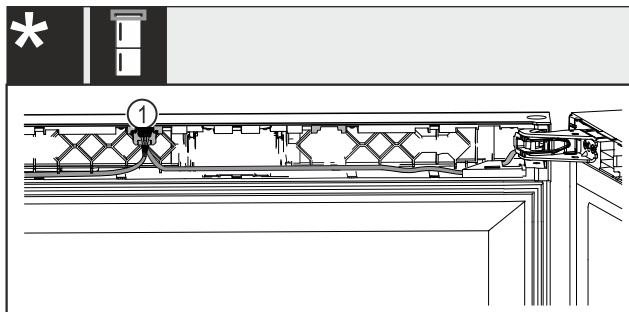

Fig. 41 Combinazioni vino-congelatore
- Innestare la spina Fig. 41 (1) nella guida.